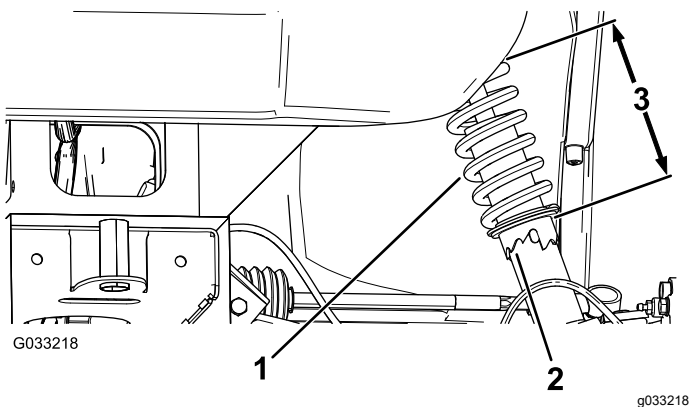

Figura 47
2. Se la campanatura della ruota non è regolata correttamente, usate la chiave fissa per ruotare il collare dell'ammortizzatore per allineare la ruota (Figura 47).